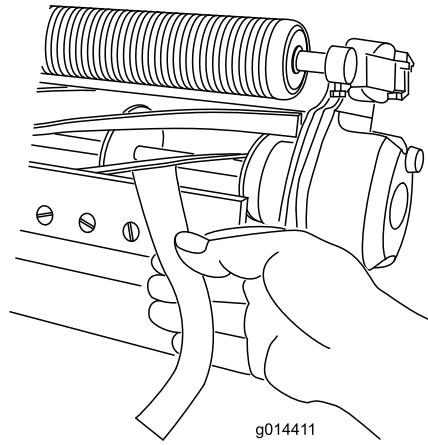

Figura 5
- A una estremità del cilindro, inserite una lunga striscia di carta da giornale tra il cilindro e la controlama (Figura 5). Mentre ruotate leggermente in avanti il cilindro, ruotate la vite di regolazione della barra di appoggio in senso orario (sullo stesso lato del cilindro, uno scatto per volta) finché la carta non viene leggermente compressa, se inserita dalla parte anteriore, parallelamente alla controlama. Dovreste notare una leggera resistenza mentre tirate la carta.
- Una volta terminata la regolazione, verificate che il cilindro comprima la carta, quando viene inserita dalla parte anteriore, e che tagli la carta, quando viene inserita ad angolo retto rispetto alla controlama (Figura 5).